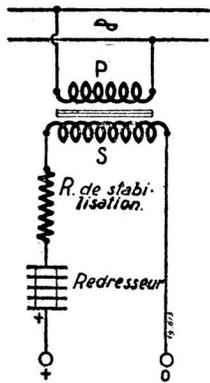

Fig. 4
**Redressement d'une alternance.** Un tel montage n'est appliqué que pour de faibles débits ne dépassant pas 0,35 ampères soit 350 millis. C'est la Figure 4 sur laquelle il est bon de prévoir une résistance stabilisatrice.